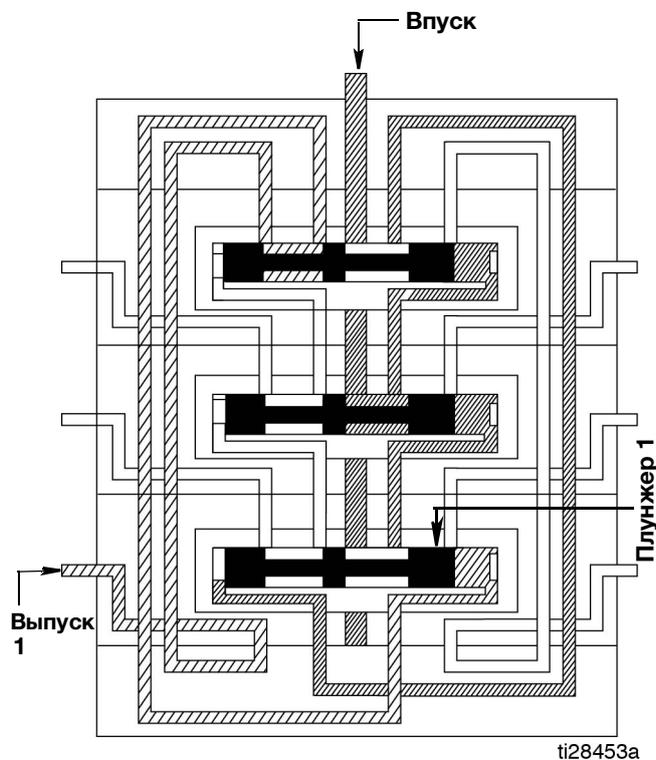

Рис. 10
3. Плунжер 1 открывается и подает смазочный материал в выпускное отверстие 1 (Рис. 10).